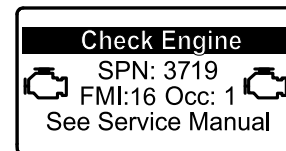

Figure 39
- Si une régénération en stationnement est nécessaire, l'InfoCenter affiche l'avertissement SPN 3719, FMI 16 (Figure 39) et l'ordinateur du moteur réduit la puissance du moteur à 85 %.